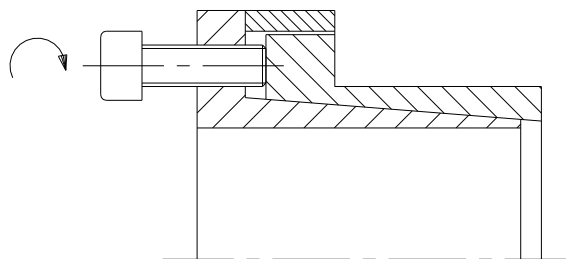

Fig. 6 : Sortir la frette de serrage KTR 250
2. Placer les vis dans les filets de démontage de la bague intérieure (repère 2) (voir figure 6).